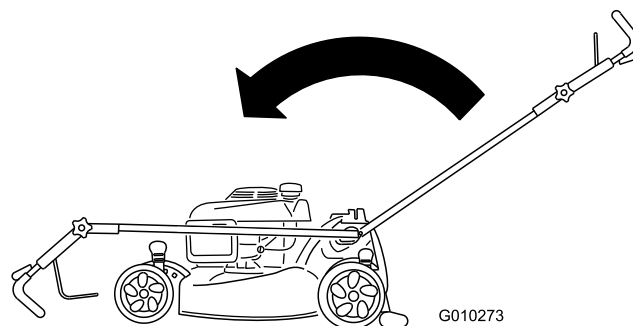

Figure 38
1. Bouton du guidon (2)
2. Pliez le guidon en avant de la manière indiquée (Figure 38).